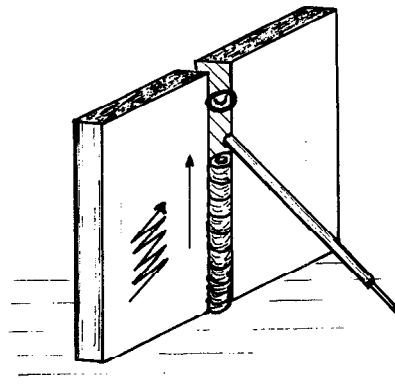

Figura 2.93
b) Avance, haciendo oscilar el electrodo con movimiento zig-zag (Figura 2.93).